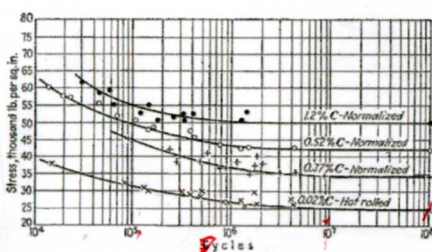

Figura 4: Curva fatiga.
- (5 puntos) En la Figura 4 se tiene un esquema con resultados para un ensayo de fatiga hecho para un cierto material (0.52 %C normalized). Si una pieza hecha de ese material está sometida a un esfuerzo medio $\sigma_m = 20\text{k}\frac{\text{lb}}{\text{in}^2}$, y si para ese material $\sigma_u = 120\text{k}\frac{\text{lb}}{\text{in}^2}$, con un factor de seguridad $FS = 2$ obtenga el valor del esfuerzo máximo alternante admisible para la aplicación dada.